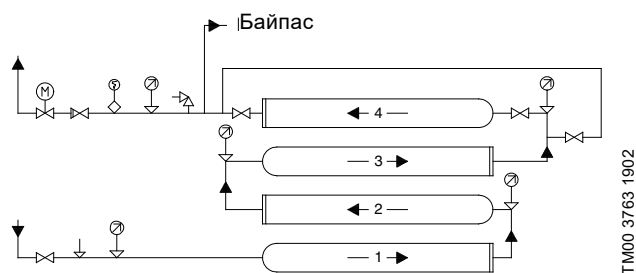

Рис. 9 Система підвищення тиску з чотирма модулями, з'єднаними послідовно з байпасом, встановленими один над одним
- Для модулів, з'єднаних послідовно і оснащених байпасом, встановлених один над одним, рекомендується з'єднати труби, як показано на рис. 9.